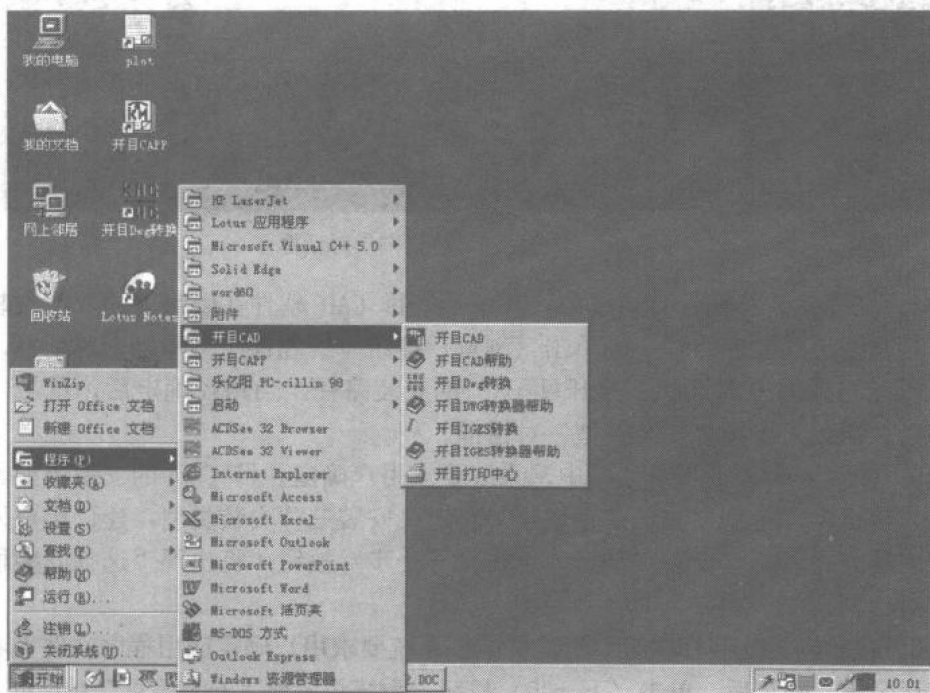

图 1-4 从程序中打开“开目 CAD”
1. 从 Windows “开始”菜单中,选择“程序”中的开目 CAD 选项。如图 1-4 所示从程序中打开开目 CAD 程序组中的“开目 CAD”。